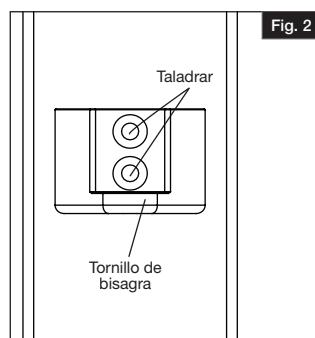

Fig. 2
- Alinear las bases de soporte superior e inferior teniendo las cubiertas instaladas (Fig. 2) con los agujeros para comprobar que estén cuadradas. Fijar las bases de soporte en su lugar con los tornillos de cabeza plana de 1 1/2" sin pintar provistos.